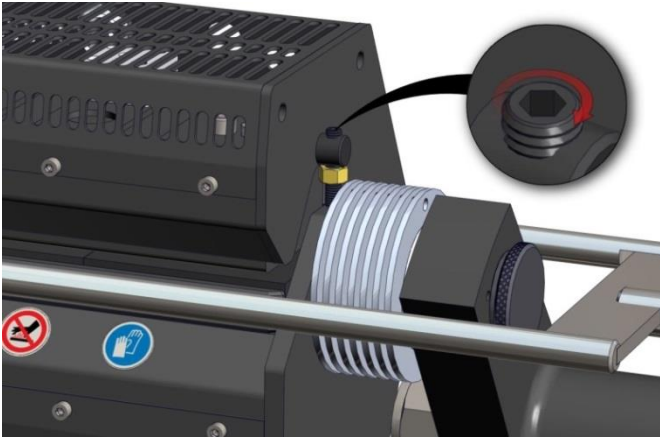

Figure 6.2.1
3. Tous les 6 mois ou au besoin – Vérifiez la position de la plaque chauffante supérieure par rapport à la surface des mâchoires installées sur la plaque chauffante inférieure. La plaque chauffante supérieure ne doit pas toucher l'éprouvette de sable ni l'outillage. La distance entre la plaque chauffante supérieure et l'éprouvette de sable / l'outillage doit être de 2,5 mm environ (3/32"). Le cas échéant, ajustez la position de la plaque chauffante supérieure par rapport à la plaque chauffante inférieure à l'aide de la vis de réglage, située sur le côté droit du Bloc Chauffant (Figure 6.2.1). (Si vous effectuez le test alternatif sans la plaque chauffante supérieure, cette étape ne concerne pas.)